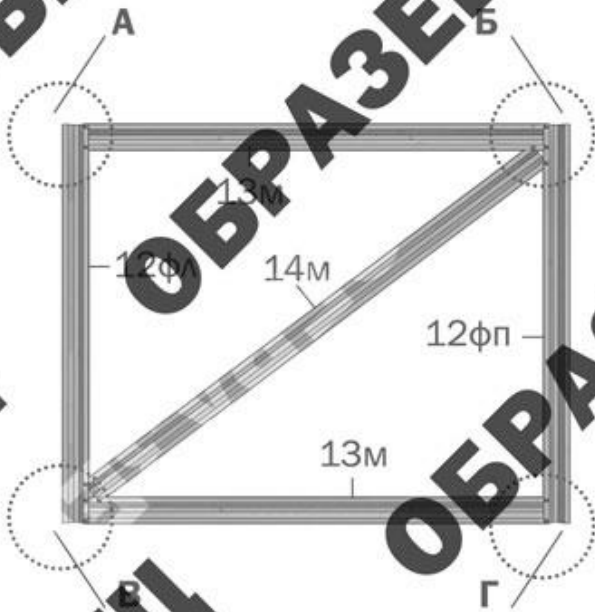

Рис. 13
детали 12...14 (дверь и форточка) - см. Рис.13,14
2. Первоначально надо раскроить лист покрытия для торцов. Для этого соберите двери, форточки (**рис.13, рис.14**) и половину торца из деталей дуг **4ВК, 4НК** и прямолинейных деталей **1, 8П, 11-1, 11-2П, 21П, 9-1П, 9-2П**, временно закрепив загнутые концы деталей **11-2** на отверстия дуги. Не снимая защитной пленки с поликарбоната, разметьте места расположения деталей на листе покрытия в соответствии с **рис. 3 и рис. 4**